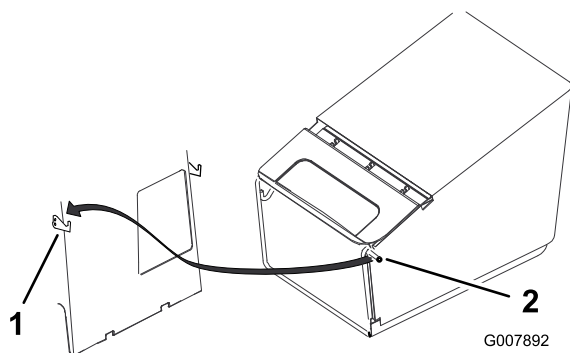

Figura 18
3. Appendete i perni del telaio del cesto di raccolta ai ganci, come illustrato nella Figura 18.